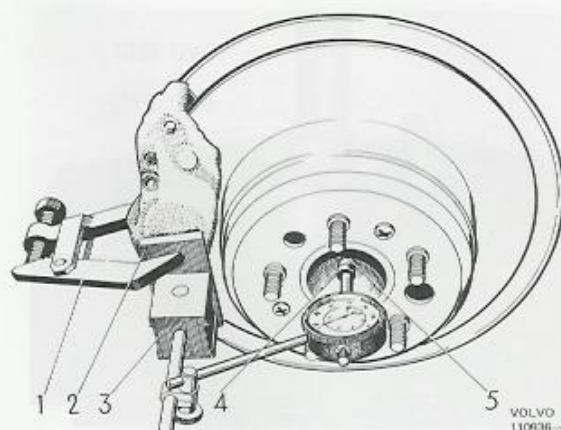

Bild 29. Mätning av axialspelet för drivaxel
2. Spänn fast en järnplatta (2, se bild 29) mot bromsokets värta med hjälp av SVO 2809. Placera mätarets magnetstativ (3) mot järnplattan.
3. Placera en stålkula (5) i drivaxelns centrumhål med hjälp av en klick fett. Mätarets mätspets skall ha plan mätyta.